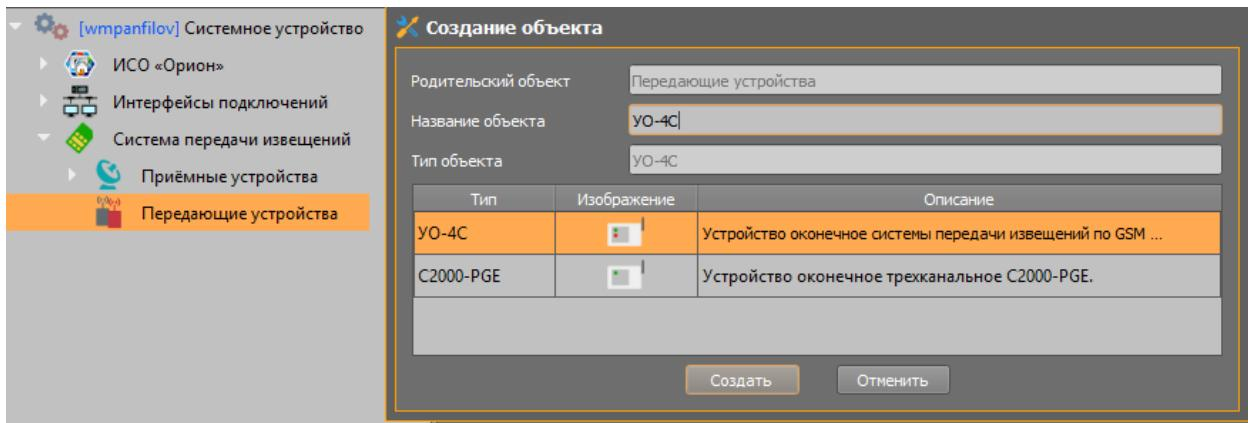

Рисунок 2-15. Создание ПОО «УО-4С» под передающими устройствами
2. Под передающими устройствами через контекстное меню создайте ПОО «УО-4С» (Рисунок 2-15)